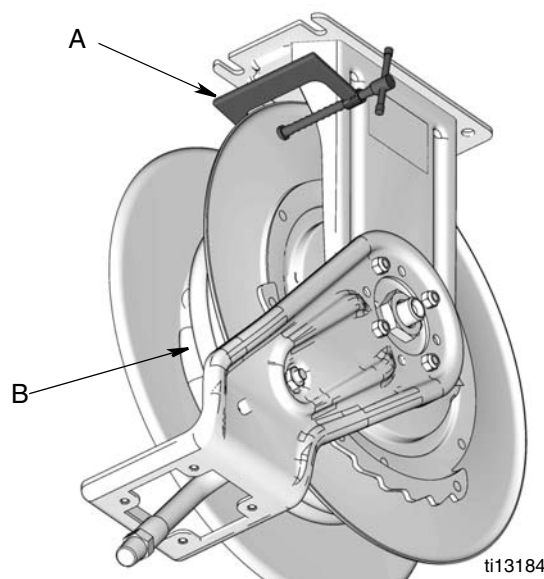

ABB. 19
2. Lassen Sie den Schlauch (B) komplett abrollen und den Aufroller einrasten.
3. Befestigen Sie an der Spulenwand eine Schraubzwinde (A), um zu verhindern, dass sich die Spule unerwünscht löst und frei rotiert (ABB. 19).